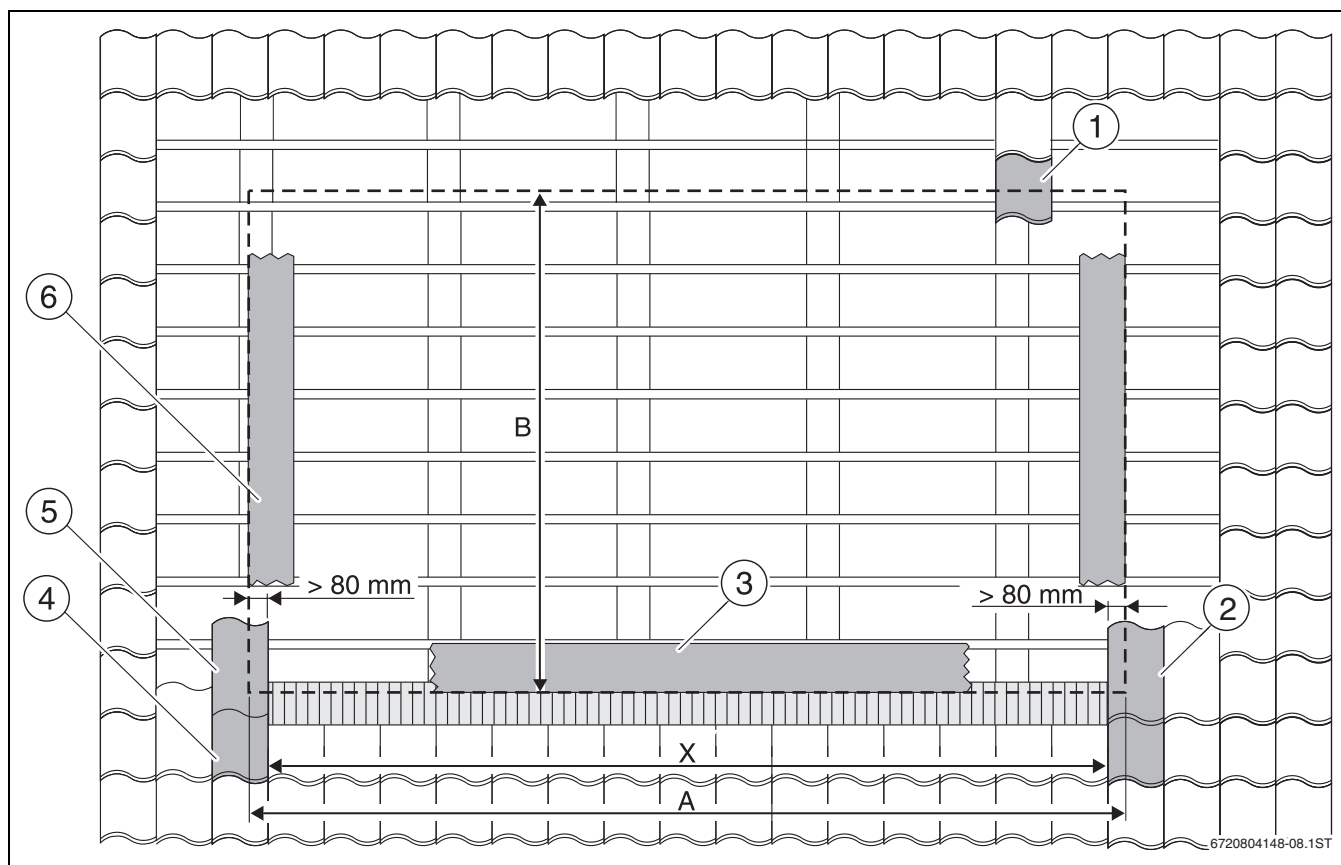

Рис. 25 Расположение поля коллекторов
- Определите левый ряд черепицы и отметьте расстояние X (→ рис. 25, [5]).
- Определите правый ряд черепицы (→ рис. 25, [2]), который позднее при необходимости нужно будет обрезать.
- С учётом размера B определите нижний ряд черепицы (→ рис. 25, [4]).
- Определите верхний ряд черепицы (→ рис. 25, [1]), который позднее при необходимости нужно будет обрезать.